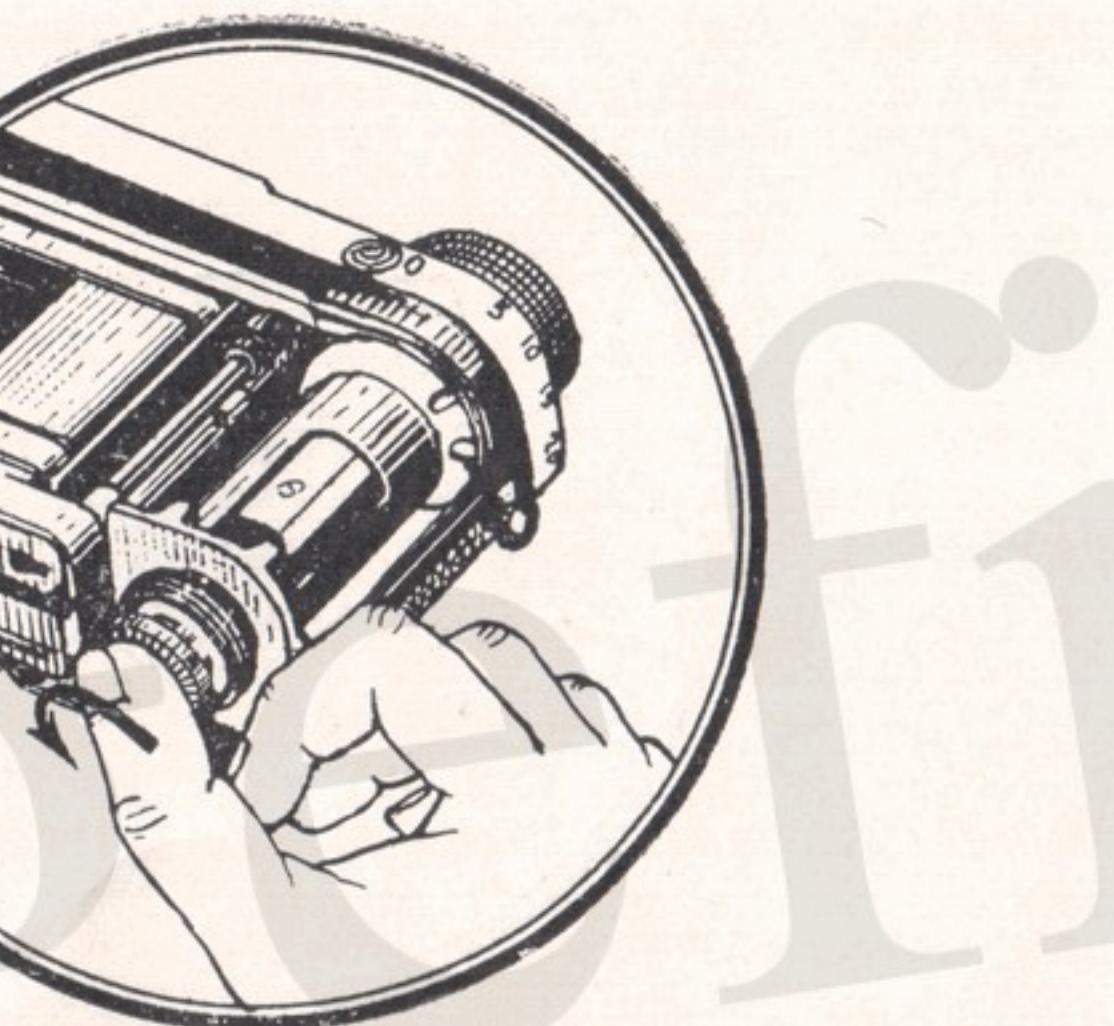

Рис. 11
3. Освободить барабан намотки пленки, вращая винт крепления против часовой стрелки (рис. 11).